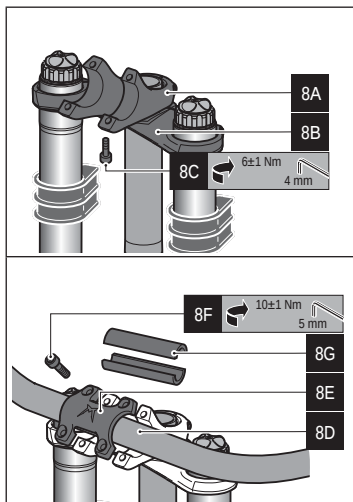

Figura 8 - Instalación soporte manillar
- Instale el segmento de montaje inferior del soporte sobre la pletina de dirección superior (véase 8A y 8B en Figura 8).
- Ayudándose con una llave Allen de 5 mm, bloquee el segmento de montaje inferior del soporte sobre la pletina de dirección superior apretando los tornillos al par de torsión previsto ( $6 \pm 1$  Nm) (véase 8C en Figura 8).
- Coloque el manillar centrándolo con el segmento de montaje inferior del soporte (véase 8D en Figura 8).
- Instale el segmento de montaje superior del soporte sobre el manillar (véase 8E en Figura 8).
- Bloquee el manillar apretando los tornillos al par de torsión previsto ( $6 \pm 1$  Nm) con una llave Allen de 5 mm (véase 8F en Figura 8).
Para la instalación de manillares de diámetro diferente, se pueden suministrar "adaptadores" para colocar alrededor del manillar (entre el manillar y cada segmento de montaje) que permiten mantener el manillar en posición (véase 8G en Figura 8).